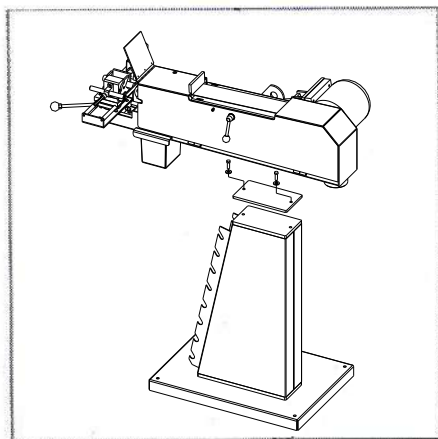

Рисунок 2
3. Извлеките стойку и нижнюю раму из упаковки и установите их вместе. (См. Рис. 2)
5. Откройте боковой щиток и установите зажим трубы посредством троса (см. Рис. 2) на стойку. Прикрепите станок к стойке двумя болтами M12. Поместите ящик для отходов под зажим трубы.